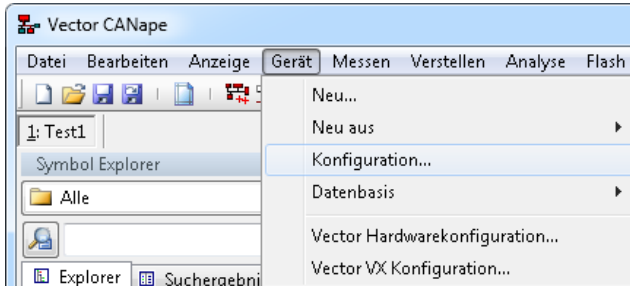

Abb. 7.5 Konfigurationsdialog aufrufen
1. Wählen Sie **Gerät -> Konfiguration** in CANape (Abb. 7.5).